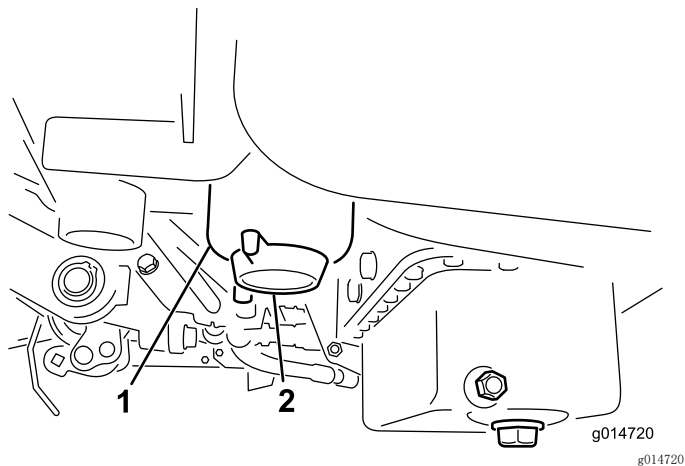

图33
2. 清洁滤清器过滤筒的安装区域（图33）。
4. 打开滤清器排油塞（图33）。